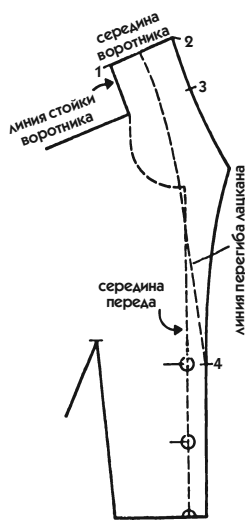

Рис. 430
1. На передней части чертежа лифа проведите линию полузаноса и разметьте пуговицы (см. рис. 430). Сделайте ширину полузаноса 2 см, расстояние между пуговицами задайте, как в примере.
3. На этой наклонной линии отложите отрезок (засечка 1 на рис. 430), равный половине длины горловины на спинке лифа (для нашего примера — 6 см).
- Отложите на этой линии желаемую высоту стойки (засечка 2 на рис. 430).
- На расстоянии 2—3 мм влево от этой точки проведите слегка изогнутую линию (крупный пунктир на рис. 430) от середины воротника параллельно линии стойки, а затем до засечки 4, расположенной на линии полузаноса на уровне первой пуговицы.
- Открепите воротник, разложите его на плоскости и уточните чертеж лацкана (рис. 430).